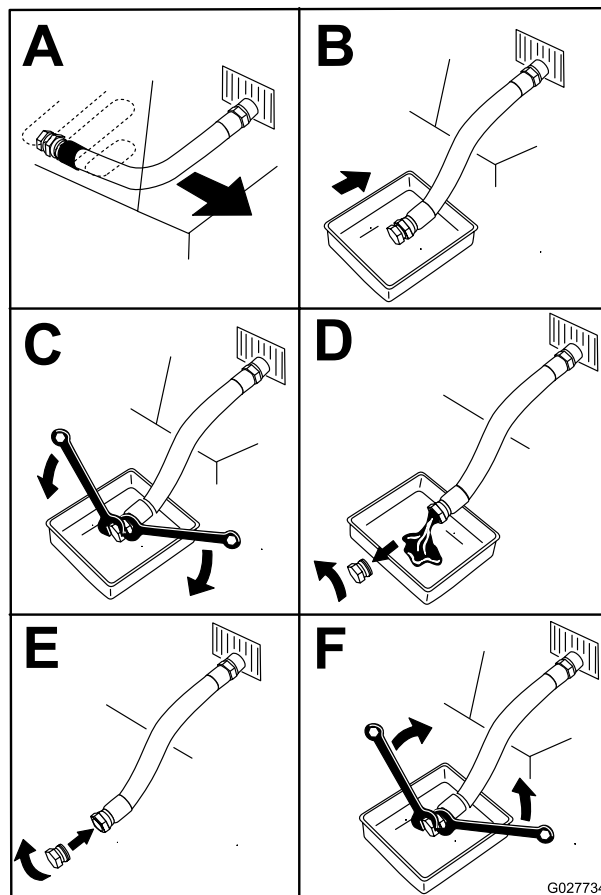

Figura 53
3. Desligue o motor, retire a chave e aguarde até que todas as partes em movimento parem antes de sair da posição de operação (Figura 53).